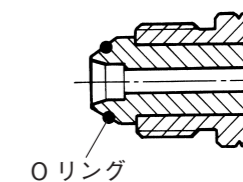

図4
- 接続部のOリングに損傷が発見されたときは、指定のOリングと交換してください。ガス漏れのおそれがあります。（図4、5参照）